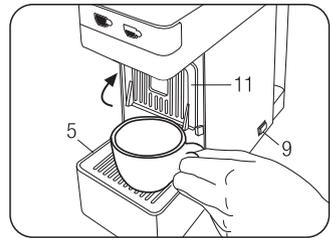
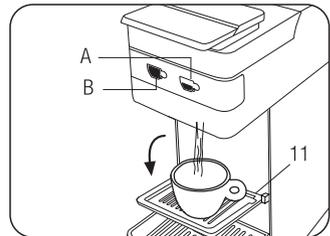

Fig. 5
Fig. 6
- Controllare che non ci siano capsule all'interno e accendere la macchina azionando l'interruttore principale (9)
- Posare una grande tazza vuota sotto il punto di erogazione caffè. **(Fig. 5)**
Quando i tasti (A) e (B) si illuminano in modo fisso la macchina è pronta per l'utilizzo. Premere un tasto (A) o (B); la macchina eroga acqua, premere nuovamente il tasto quando si è raggiunta la quantità d'acqua desiderata. **(Fig. 6)** La macchina è risciacquata quando almeno 3 tazze d'acqua sono state erogate.
Per preparare un espresso tasto (A) (Erogazione corta), posizionare la griglia superiore (11) come in Fig.6. Per preparazioni che necessitano l'utilizzo di tazze alte, posizionare la griglia superiore (11) come in Fig.5, e appoggiare la tazza direttamente sulla griglia inferiore (5) Fig.5.